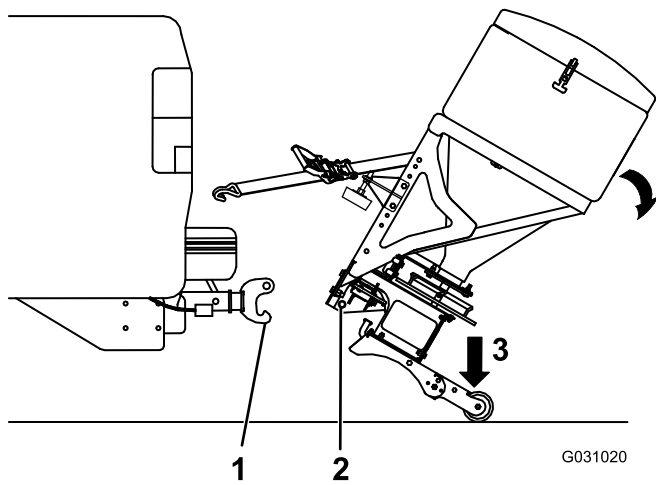

Figura 20
- Incline el esparcidor hacia abajo para liberar el pasador superior de la pieza de fijación RT3 (Figura 20).
7. Agarre el esparcidor con firmeza y pise sobre el conjunto de la pata para volver a girarlo hasta que el pasador inferior de la pieza de fijación RT3 salga del garfio en el enganche de RT3 (Figura 20).